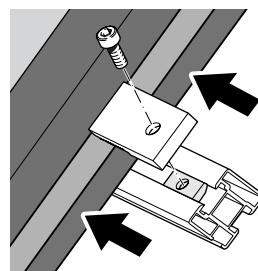

Bild 14
- Nutensteine wie in Bild 12 einsetzen. Die äußeren Befestigungsklemmen aufschrauben, in den Montageschienen an den Kollektor heranschieben und festziehen, siehe Bild 14.